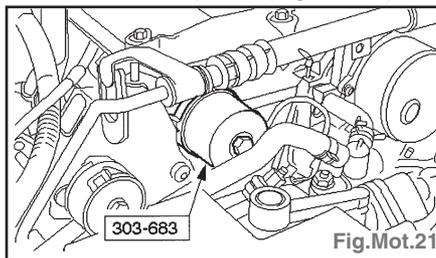

Fig.Mot.21
- Poser l'arrêt d'huile d'arbre à cames à l'aide de l'outil spécial (Fig.Mot.21).